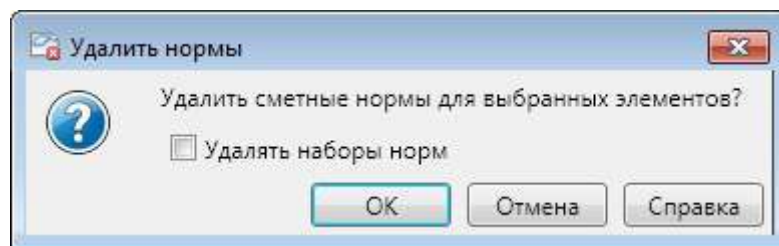

Рис. 29. Удаление норм для выбранных элементов
- выбраны какие-то элементы, некоторым из которых назначены сметные нормы. В этом случае появляется запрос (рис. 29) следующего вида.